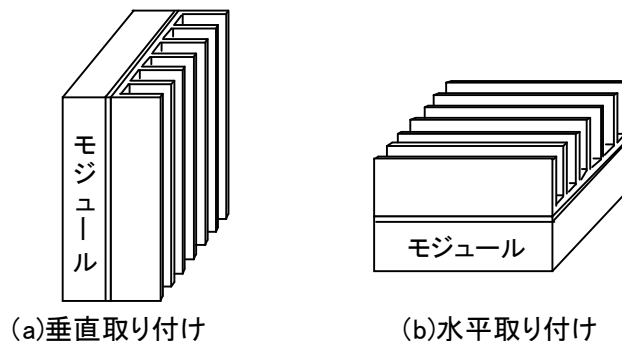

図3.3.1 取り付け状態
③ファンについて
④ヒートシンク熱抵抗-風速特性について
- ◎取り付け状態(図3.3.1)